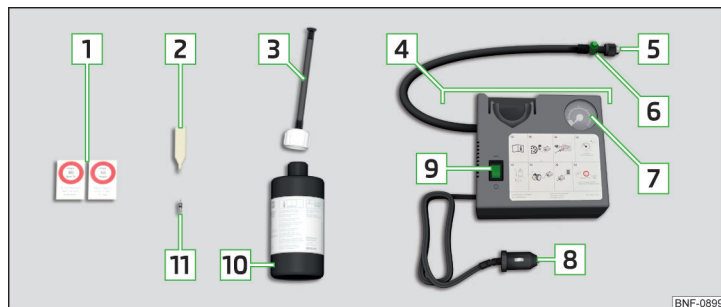

Fig. 249 Descrierea setului de pană
- › Aplicați cheia de ventile  » **fig. 249 la pagina 229** pe inserția ventilului, astfel încât aceasta să se potrivească în fanta cheii.
- › Înșurubați bine furtunul de presiune  » **fig. 249 la pagina 229** pe ventilul anvelopei.